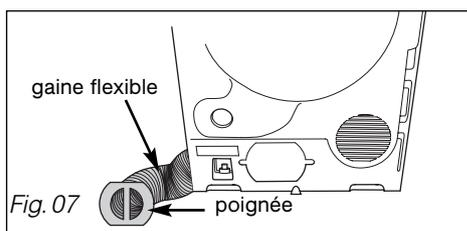

Fig. 07
- déclipsez la poignée en la tirant vers l'extérieur, puis dégager la gaine (Fig.07).